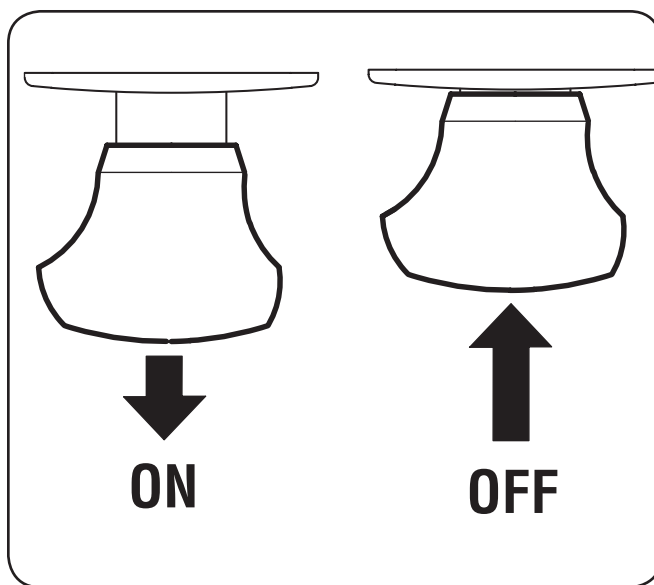

Figura 5-3
- Tire del PTO/Blade dedican la perilla hacia fuera en (ENCENDIDO) la posición dedicada. Vea Figura 5-3.